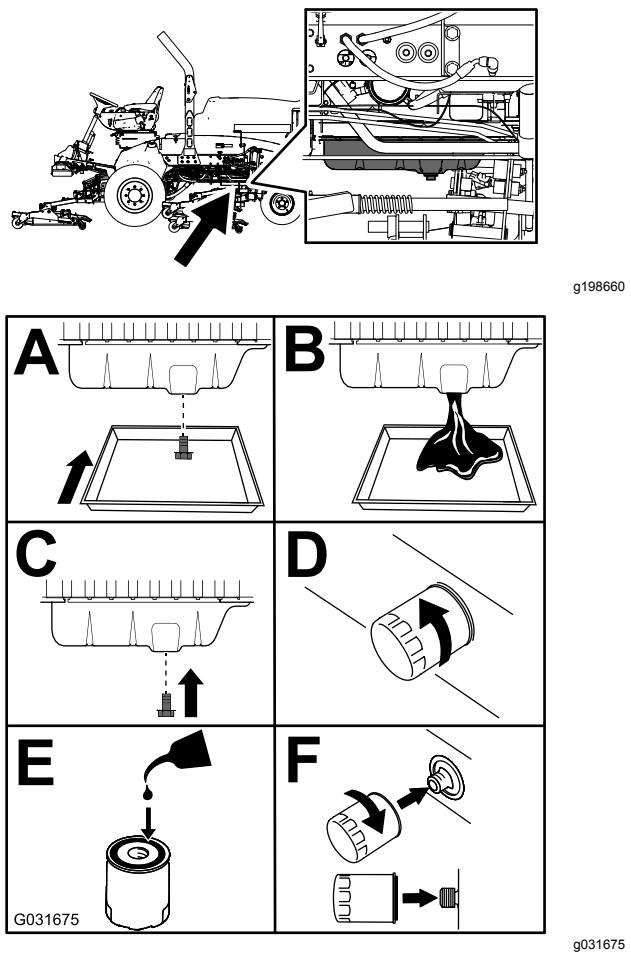

Figura 43
- Sostituite l'olio motore e il filtro (Figura 43).